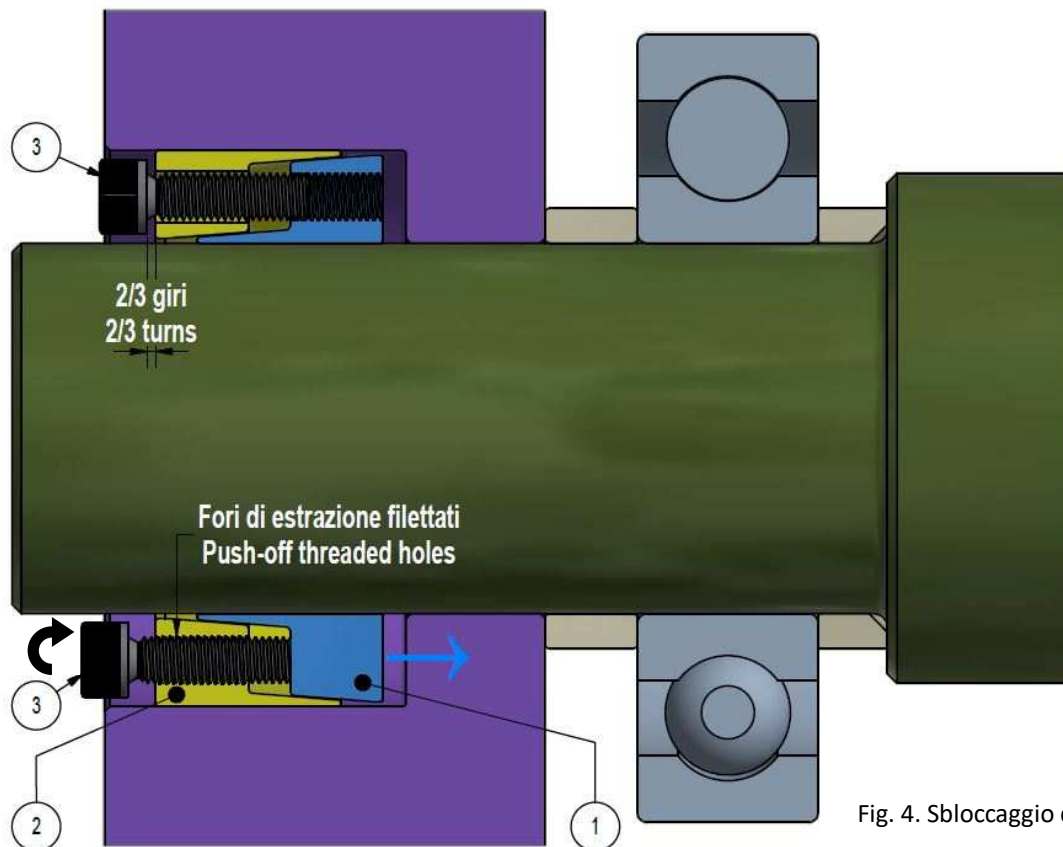

Fig. 4. Sbloccaggio dell'anello interno.
2. Allentare tutte le viti di due/tre giri e spostarne un numero corrispondente in tutti i fori di estrazione filettati dell'anello esterno. Sbloccare l'anello interno, **avvitando progressivamente queste viti in più passate, secondo uno schema a croce, serrando di $\frac{1}{4}$ di giro circa ad ogni passata (fig. 4)**. Partire con una vite posizionata a circa 90° rispetto al taglio; le viti adiacenti al taglio vanno serrate in sequenza.